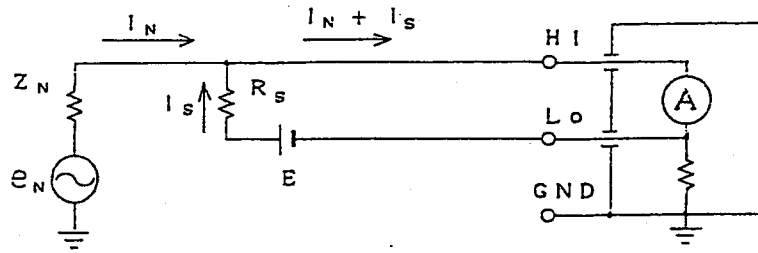
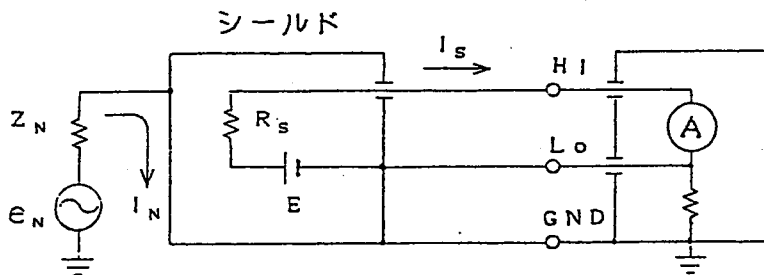

図 4-1
図 4-2
- (1) 微小電流の測定では、ノイズの混入を避けるため、被測定回路をシールドし、シールドケースを本器の接地端子「 $\perp$ 」に接続して下さい。図4-1にシールドがない場合、図4-2にシールドした場合のノイズ電流 $I_N$ の影響を示します。 $I_N$ は主に商用周波数の誘導によるものです。